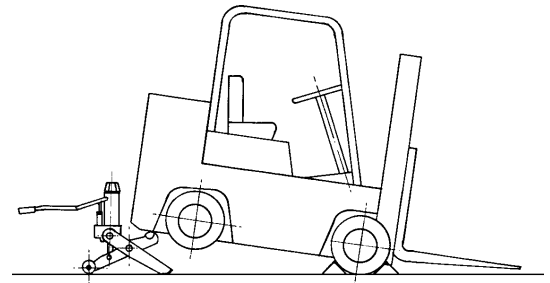

Figure 5
1. Positionnez le timon au centre du chariot élévateur à fourche. Se reporter à la figure 5.